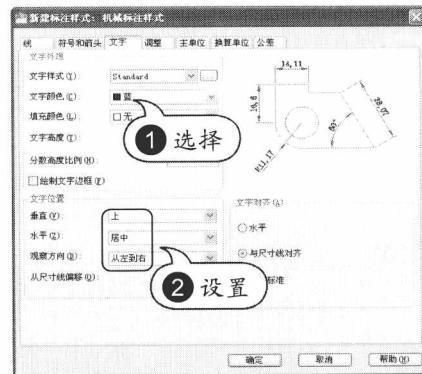

图 1-25 设置文字
**STEP 05** 设置文字。在“文字”选项卡中设置文字颜色和位置，如图 1-25 所示。